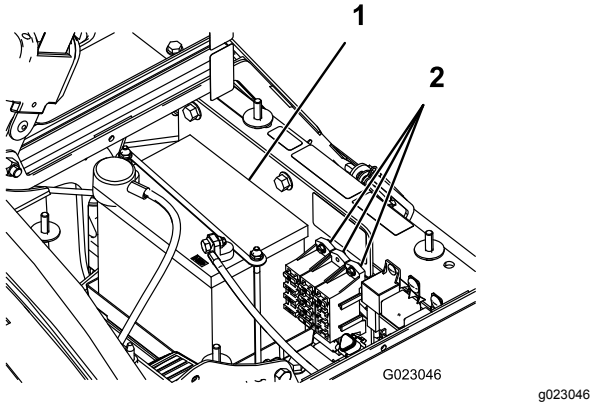

Bild 43
Die Elektroanlage hat zwei Sicherungskästen und einen leeren Schlitz. Sie befinden sich unter dem Sitz (Bild 43).
2. Die Batterie befindet sich an der rechten Seite der Maschine hinter der Pumpe (Bild 43).
5. Nehmen Sie den Batteriehalter und die -befestigungen ab (Bild 43).
2. Setzen Sie den Batteriehalter auf und befestigen Sie sie mit den drei vorher entfernten Befestigungen (Bild 43).
4. Setzen Sie die Batterieabdeckung auf und befestigen Sie sie mit den zwei Handrädern (Bild 43).
1. Lösen Sie die Handräder an beiden Seiten des Batteriekastens und nehmen Sie die Batterieabdeckung ab (Bild 43).